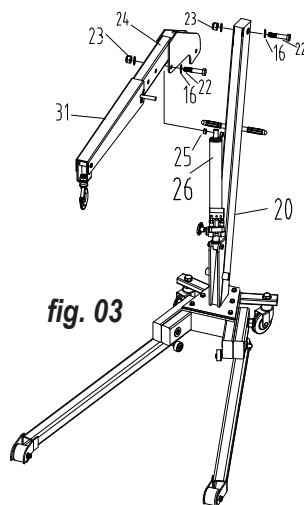

fig. 03
- Consulte la imagen 03: Utilice la tuerca de autoapriete n.º 23 y el perno n.º 22 para acoplar la bomba n.º 26.